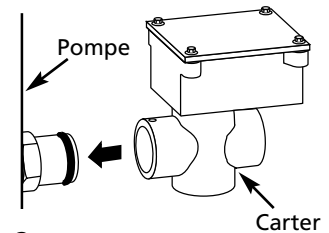

Figure 2
5. Pousser le carter du protecteur de niveau d'huile sur l'adaptateur (Voir Figure 2).